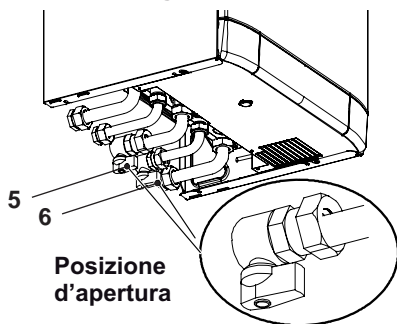

Figura 6.1
- Aprire il rubinetto del contatore gas e quello della caldaia 5 in Figura 6.1.
- Aprire il rubinetto 6 in Figura 6.1.